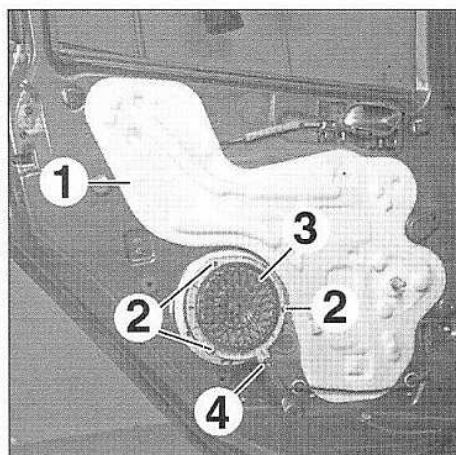

FIG.79
- la feuille d'étanchéité (1) (Fig.79).
- Déposer les vis (2).
- Extraire le haut-parleur (3).
- Débrancher le connecteur (4).
- Déposer le haut-parleur (3).